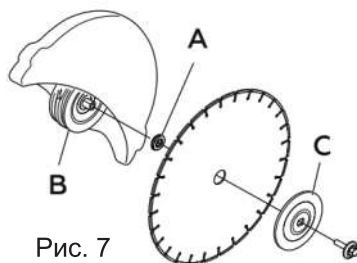
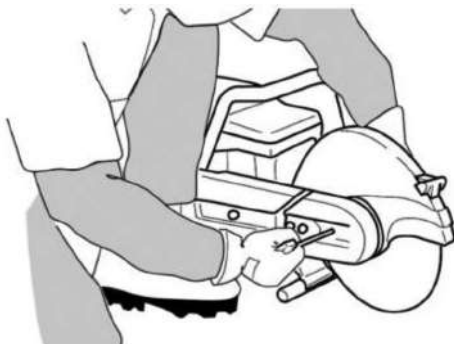

Рис. 7
Рис. 8
### Блокировка вращения диска (Рис. 8)
4. Установите отрезной диск. Для этого поместите отрезной диск на переходник 4 между внутренней шайбой В и прижимной шайбой С (Рис. 7). Установите болт крепления отрезного диска, не затягивая его. Заблокируйте вращение диска. Вставьте стопор в отверстие режущего узла и поверните диск, пока он не зафиксируется (Рис. 8).